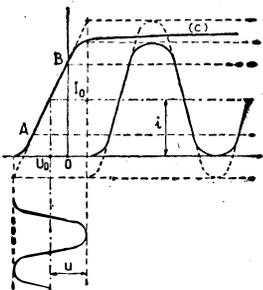

Fig. 3. — Fonctionnement d'une lampe en régime saturé.
Si, au contraire, nous considérons maintenant le diagramme représenté sur la figure 3, nous voyons que la tension appliquée à l'entrée de la lampe a une amplitude telle que, quelle que soit la tension de polarisation appliquée U_0 , il n'est pas possible de limiter l'excursion du point de fonctionnement uniquement sur une portion rectiligne de la caractéristique dynamique (C).